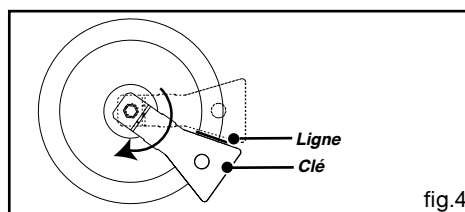

fig.4
- Tournez la clé dans le sens des aiguilles d'une montre jusqu'à ce que la ligne apparaisse de l'autre côté de la clé (fig. 4).